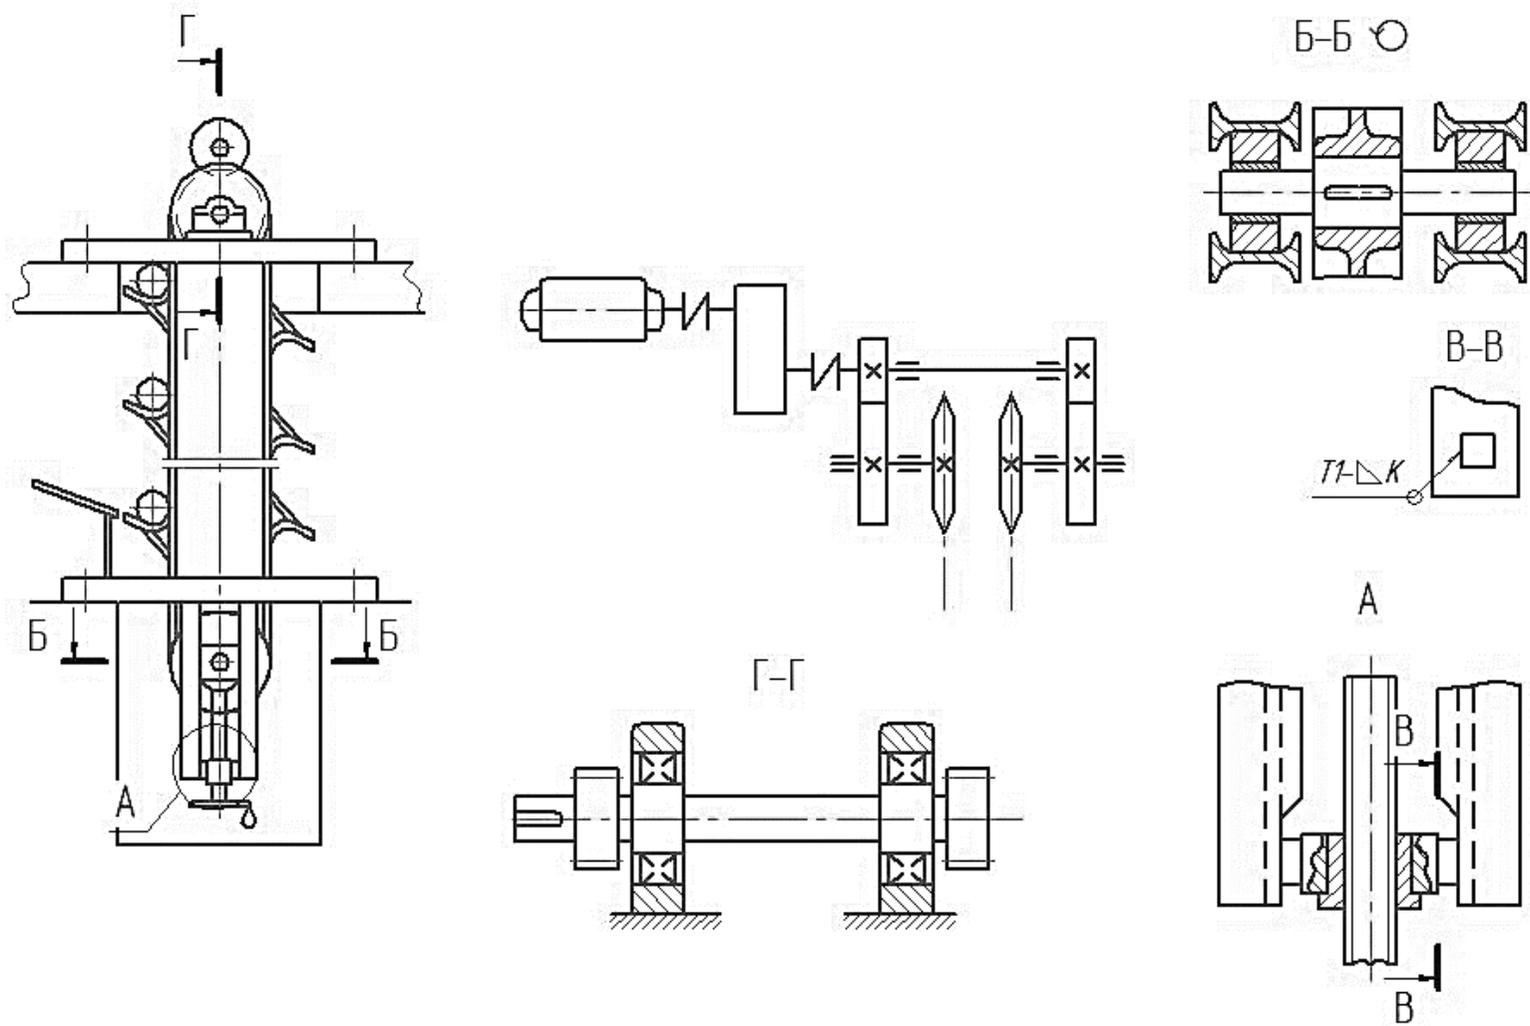

Рисунок 6 – Полочный элеватор
47. Определить производительность полочного элеватора и мощность двигателя при известных весе штучного груза  $G = 300$  Н, высоте подъема  $H = 10$  м, скорости движения  $v = 0,30$  м/с, шаг полки  $t = 1250$  мм (рис. 6). Недостающими данными задаться.
48. Проверить прочность винта натяжного устройства при известном натяжении ветви цепи элеватора  $F_0 = 2000$  Н (рис. 6, узел А). Резьба винта Tr.30x6. Материал винта – сталь 30. Недостающими данными задаться.
49. Проверить прочность сварного соединения узла А при известном осевом усилии на винте (рис. 6, В-В). Задача выполняется в общем виде без числовых значений.
50. Проверить на прочность ось натяжной звездочки при известном натяжении ветви цепи  $F_0 = 2000$  Н (рис. 6, Б-Б). Материал оси – сталь 30. Расстоянием между подшипниками задаться.
51. Проверить подшипники оси натяжной звездочки при известном натяжении ветви цепи  $F_0 = 2000$  Н (рис. 6, Б-Б). Диаметр оси  $d_0 = 45$  мм. Недостающими данными задаться.
52. Проверить прочность шпоночного соединения натяжной звездочки с осью при известном натяжении ветви цепи  $F_0 = 2000$  Н (рис. 6, Б-Б). Диаметр оси  $d_0 = 50$  мм, диаметр звездочки  $d_{\partial} = 320$  мм. Недостающими данными задаться.
53. Определить необходимый тормозной момент  $T_T$  для удержания грузеного элеватора в неподвижном состоянии при известных весе штучного груза  $G$  и высоте подъема  $H$  (рис. 6). Задача выполняется в общем виде без числовых значений.
54. Определить пусковой момент привода элеватора  $T_{п}$ , приведенный к валу двигателя, если известны: время пуска  $t_n = 2$  с, вес штучного груза  $G = 300$  Н, высота подъема  $H = 10$  м, скорость подъема  $v_{гр} = 0,6$  м/с, шаг полки  $t = 1250$  мм, диаметр ведущей звездочки  $d_{\partial} = 320$  мм (рис. 6). Недостающими данными задаться.